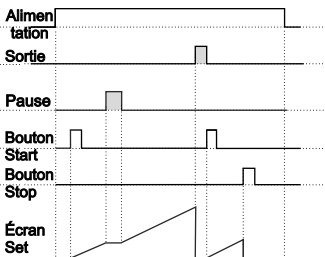

Figure 1.4
1.2.2 Si le comptage est  $\boxed{dÉct} = 0$  et que  $\boxed{outF}$  est  $\boxed{0FF}$ , le schéma de commande sera celui illustré à la figure 1.4